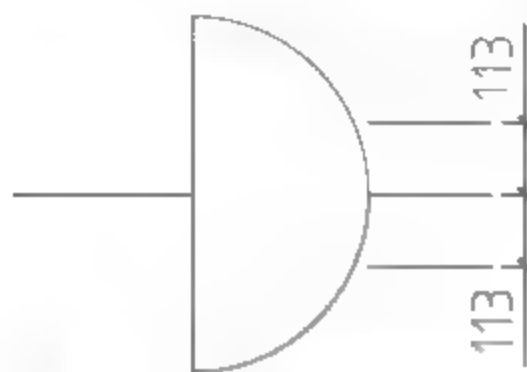

图8-122 偏移线段
**05** 调用O【偏移】命令，设置偏移距离为113，选择线段向上、向下偏移，结果如图8-122所示。